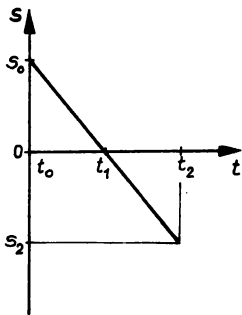

Bild 6
- 2.13** Beschreiben Sie den im Diagramm (Bild 6) dargestellten Bewegungsvorgang.